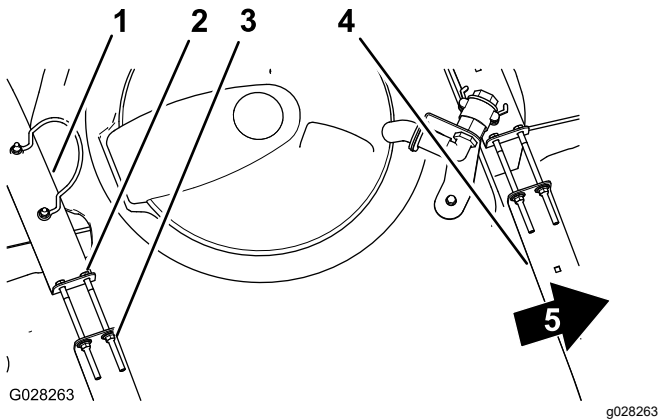

Figure 32
2. Assurez-vous qu'il n'y a pas de jeu entre les sangles de la cuve et la cuve (Figure 32).
3. Si les sangles de la cuve ne sont pas assez serrées, resserrez les contre-écrous à embase et les boulons en haut des sangles jusqu'à ce que ces dernières soient parfaitement en appui sur la surface de la cuve (Figure 32).